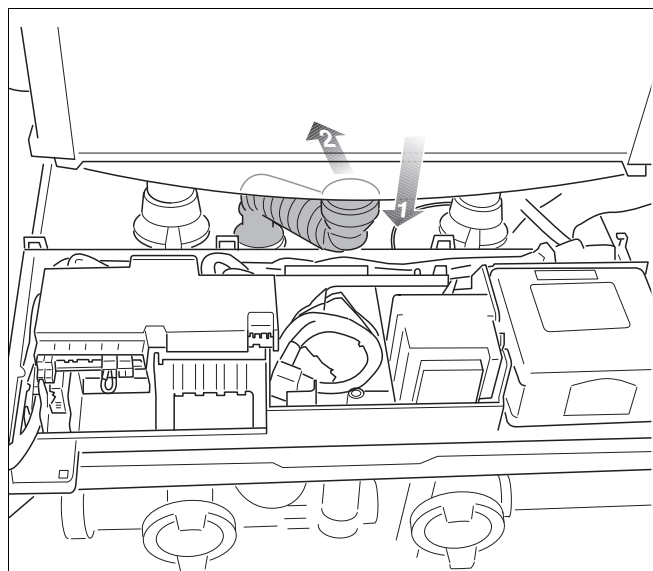

Fig. 110 Aftagning af den fleksible slange
- Løsn den fleksible slange til kondensatudløbet, og bøj den tilbage (fig. 110).